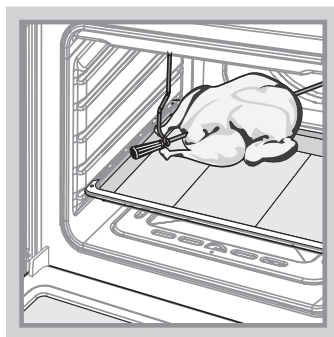

Рис.11
- Насадите на штык кусок мяса или тушку птицы и закрепите его вилками посредством крепежных винтов. Закрепленный на штыке кусок мяса должен находиться точно под грилем (рис. 11).